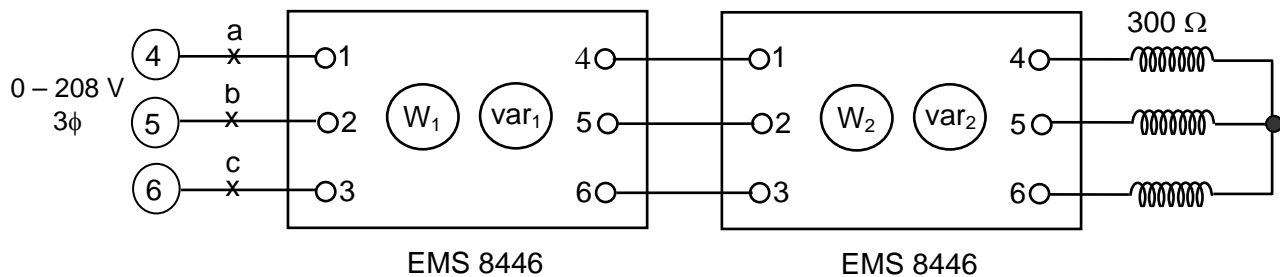

Fig. 2-5
- 2-1) Connecter deux Watt-varmètres en séries avec la source de tension triphasée variable 208 V et appliquer une charge inductive triphasée de 300 Ω, connectée en étoile, comme indiqué à la Fig. 2-5. Ajuster la sortie de la source de tension à 208 V. Une attention particulière devrait être portée lors de la connexion afin que l'ordre approprié des phases soit appliqué au Watt-varmètres.